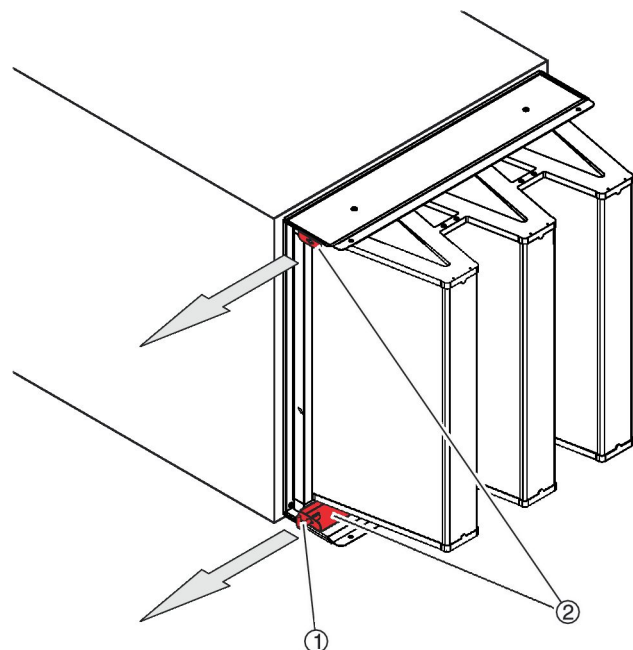

Abb. 58: Spannschienen lösen
4. ▶ Die Spannschienen ( Abb. 58 /2) mit Spezialschlüssel ( Abb. 58 /1) herausziehen, bis sie anschlagen.